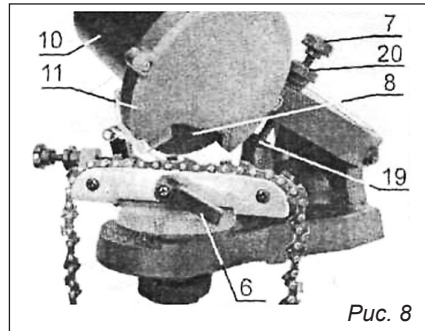

Рис. 8
- Опустите корпус 10 (рис. 8) и переместите цепь так, чтобы заточной диск 8 попал в выемку зуба и уперся в нее.
- Удерживая корпус 10 (рис. 8) в этом положении вкрутите винт 7 до упорной площадки 19 основания и затяните гайку 20.
- При заточке зубьев цепи плавно опускайте корпус **10** (рис. 8) до касания винтом **7** упорной площадки **19** (рис. 8). Заточка получается качественной, если контакт между диском и зубом происходит постепенно и плавно. Не задерживайтесь долго на обработке одного зуба.
- По завершении заточки одного зуба нажатием на красную кнопку выключите станок. Поднимите корпус **10** (рис. 8) в верхнее положение.